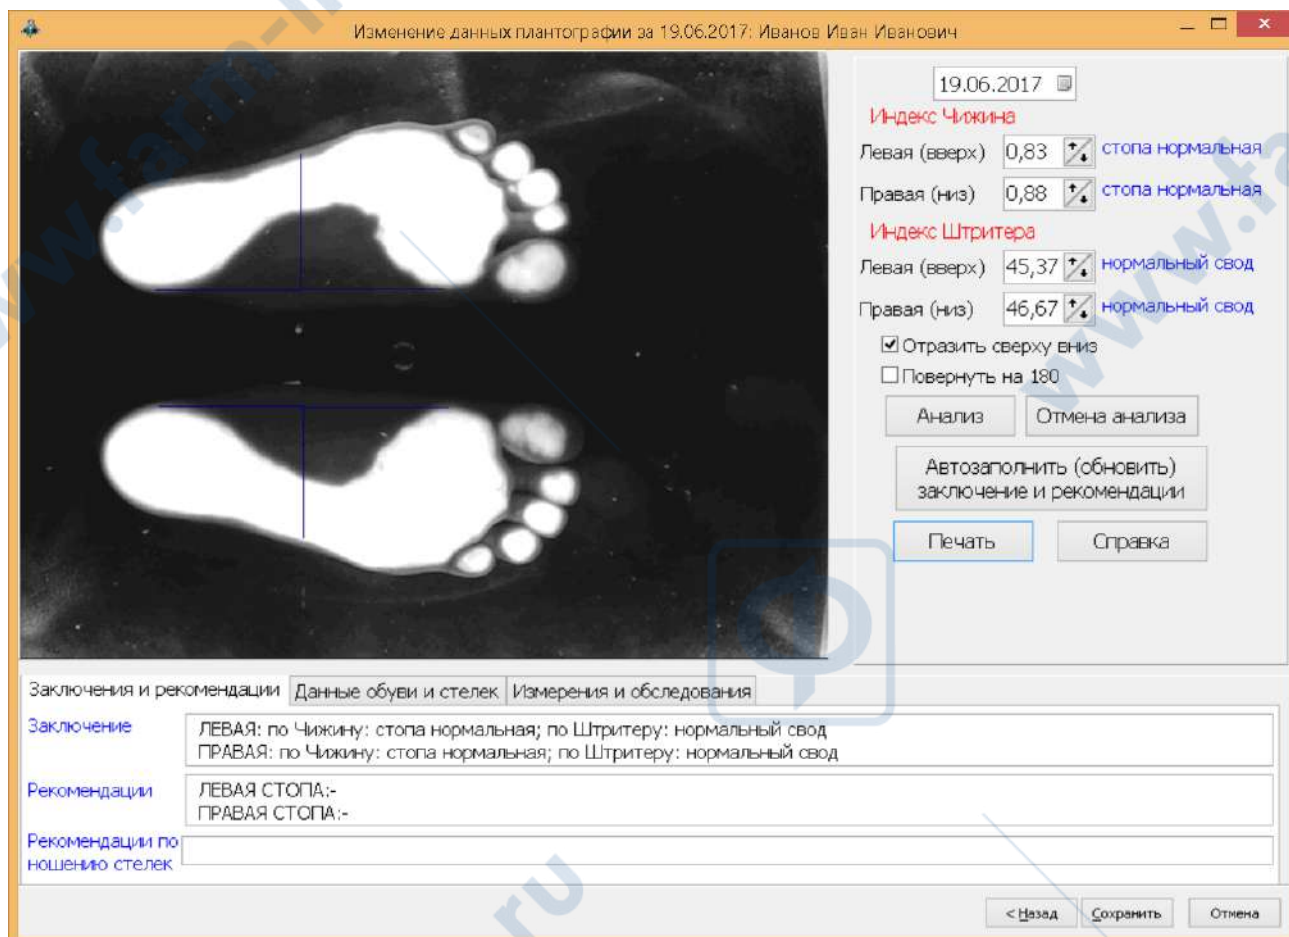

Рисунок 2. диалоговое окно данных плантограммы.
- встать в центре площадки плантографа вдоль его длинной стороны (с равномерным упором на обе стопы – см. рисунок 2). **Примечание:** на экране монитора стопы должны отобразиться полностью (**на отображении правая нога должна быть вверху, пятки справа**). Если пятка слева сделать выбор в программе,
Описание кнопок и вкладок (см. рисунок 2):
4.3 В диалоге по снятию и анализа плантограммы (см. Рисунок 2) имеется возможность калибровки экранной линейки.